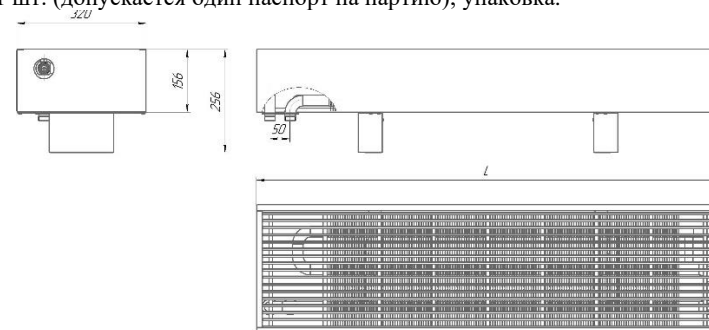

Рис. 1 – Конвектор ТЕPLA Neo Expro 156(В)х320(Г).
- 1.3. Конвекторы выпускаются в концевом или проходном исполнении, с патрубками для подвода теплоносителя, расположенными с правой или левой стороны прибора, концы присоединительных патрубков гладкие (под сварку) или с раструбами с резьбой наружной G 3/4" (НР ¾) или с резьбой внутренней G 1/2" (ВР ½), габаритные и присоединительные размеры указаны в рис. 1.